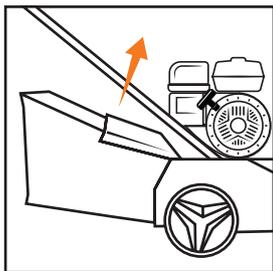

Рис. 25
- Поднимите крышку травосборника и отсоедините травосборник (Рис. 25, 26).